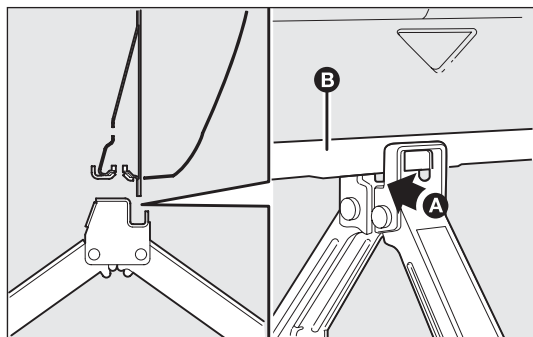

fig. 137
- ❑ actionner le cric en utilisant le bouton de façon à le dé-tendre jusqu'à ce que la rainure A-fig. 137 du cric s'introduise correctement sur le profil inférieur B obtenu sur le longeron ;